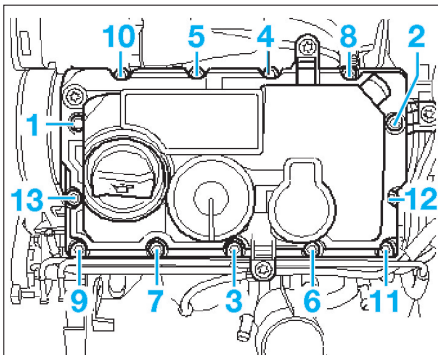

Fig. 62
- Desserrer progressivement et dans l'ordre inverse du serrage prescrit les vis de fixation du couvre-culasse (Fig.62).